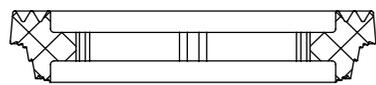

**Рис. 2 - Клапан выпуска**
1. Если расстояние между крышкой бачка и кнопочным узлом выходит за пределы 3...19 мм, необходимо отрегулировать клапан выпуска по высоте (см. рис.2 и таблицу настройки высоты арматуры). Отсоедините тягу 23 от корпуса перелива 12. Отожмите фиксаторы стакана 10 и перемещением стойки 6 вверх-вниз добейтесь зазора 3...19 мм. Присоедините тягу к корпусу перелива.
3. После регулировки уровня воды в бачке отрегулируйте трубу перелива 7 (см. рис.2). Для этого отверните крышку байонетную 9 и переместите трубу перелива в положение, при котором риска на трубе соответствует уровню воды в бачке. Затяните байонетную крышку. В случаях, когда не удается установить трубу перелива на соответствующий уровень воды (в низких бачках), удалите ее вместе с крышкой байонетной 9 и кольцом уплотнительным 8.